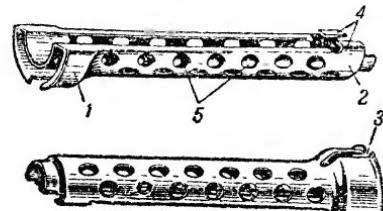

Рис. 47. Нижний кожух:
**47. Нижний кожух** (рис. 47) является продолжением цевья ложи. Он имеет: задний уши-